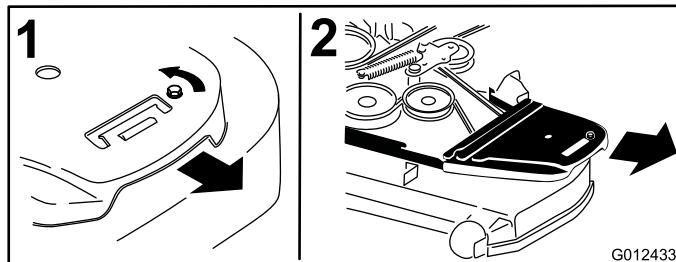

Figura 73
- Retire las cubiertas de las correas y los pernos que están sujetos a las mismas (Figura 73).